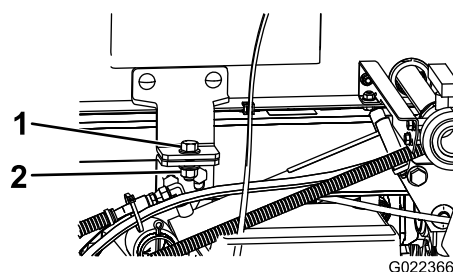

Figura 98
5. Retire os parafusos de segurança da parte frontal do patim (Figura 98).